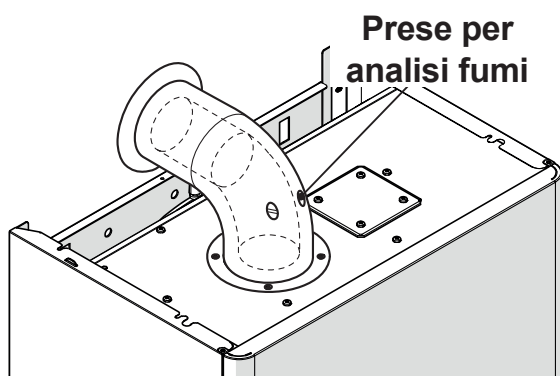

Figura 14.11
- Collegare un analizzatore fumi alle prese di analisi fumi poste sugli scarichi fumi della caldaia Figura 14.11.
- Verificare la combustione della caldaia utilizzando le prese posizionate sui tubi fumo (Figura 14.11) e confrontare i dati misurati con i seguenti.